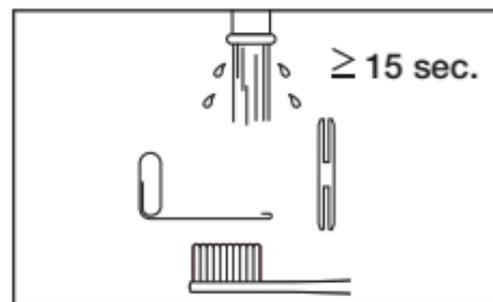

Fig. 15
- ③ Nettoyez les surfaces externes de l'arrêt des fraises et de l'extracteur d'arrêt des fraises avec une brosse à dents à poils souples pendant 15 secondes ou plus. (Fig. 15)